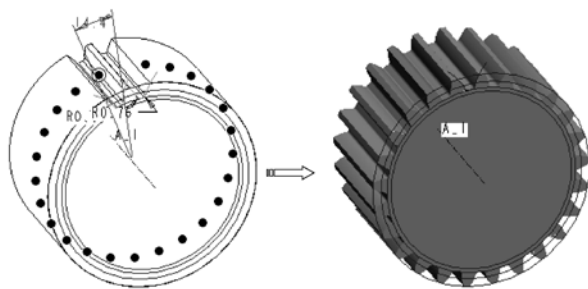

图 6-85 阵列后的齿轮
- 在操控板的“尺寸”选项板中设置第一个方向上的阵列驱动尺寸增量为“14.4”，在操控板中输入阵列特征总数“24”，单击“应用”按钮，生成其余的齿轮槽，如图 6-85 所示。